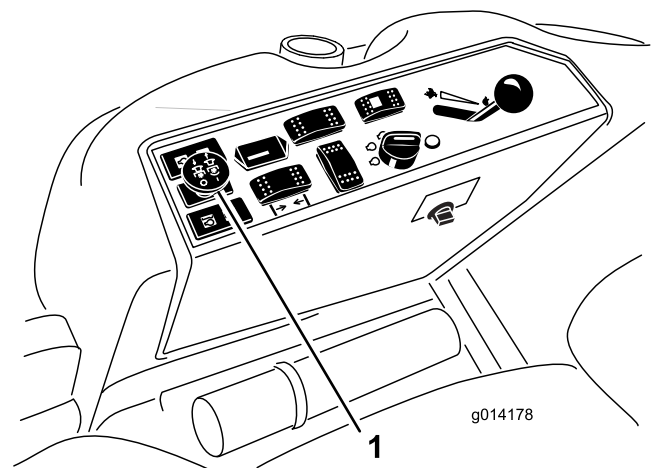

Bild 15
3. Ziehen Sie den ZWA-Schalter heraus, um ihn zu aktivieren (Bild 15).